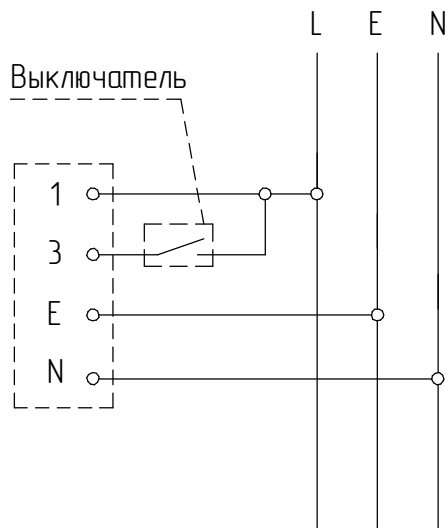

Рисунок 6 - Схема подключения светильников к сети
5.4 Подключение светильника производить согласно схеме (см. рисунок 6). Подключите фазовый провод некоммутированной сети освещения (т.е. между фидером и светильником не должно быть никаких выключателей, кроме автоматов защиты) к клемме 1, а фазовый *провод коммутированной сети* к клемме 3.